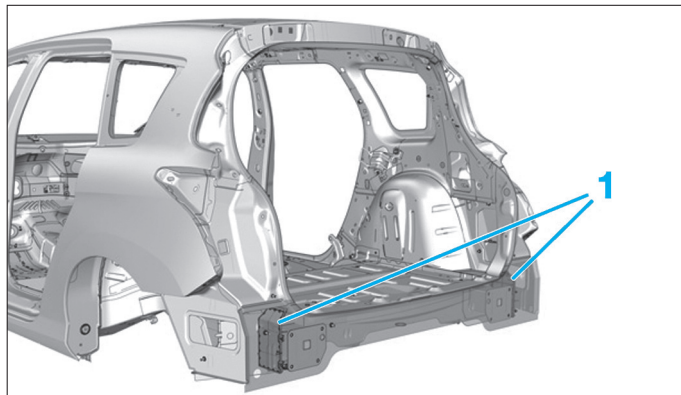

FIG. 189
- Décoller à l'aide d'un pistolet à air chaud la jupe arrière au niveau des inserts gonflants (1) (Fig.189).